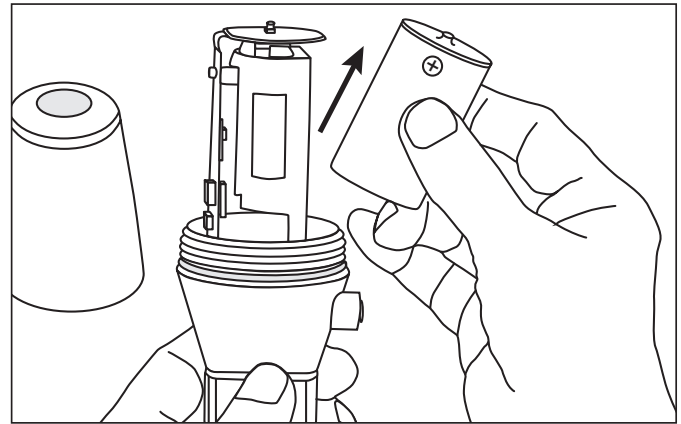

Bild 5
5. Sätt i det nya batteriet med plussidan vänd uppåt (se bild 5). Vid bytet får du endast använda ett batteri från Chesterton, artikelnummer 403683.